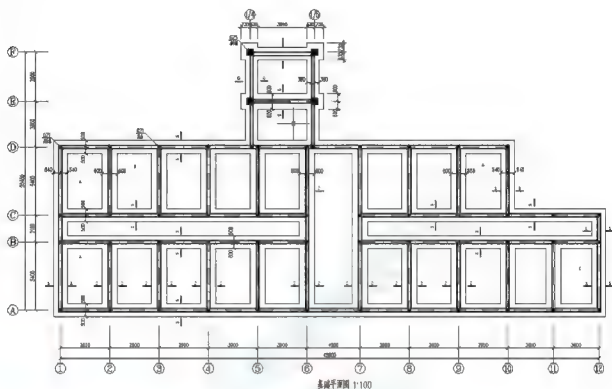

图 5.20 基础平面图
(2) 参照基础平面图(附图 2.4), 标注轴线、尺寸、断面编号和图名, 结果如图 5.20 所示。